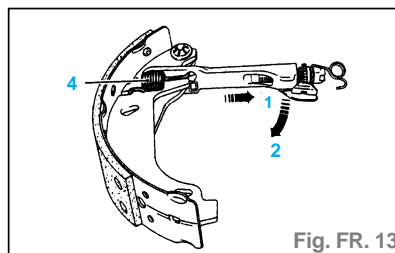

Fig. FR. 13
- Pour déposer l'ensemble RAI, il faut tirer suivant la flèche (1) puis faire pivoter suivant la flèche (2) (fig. FR. 13).